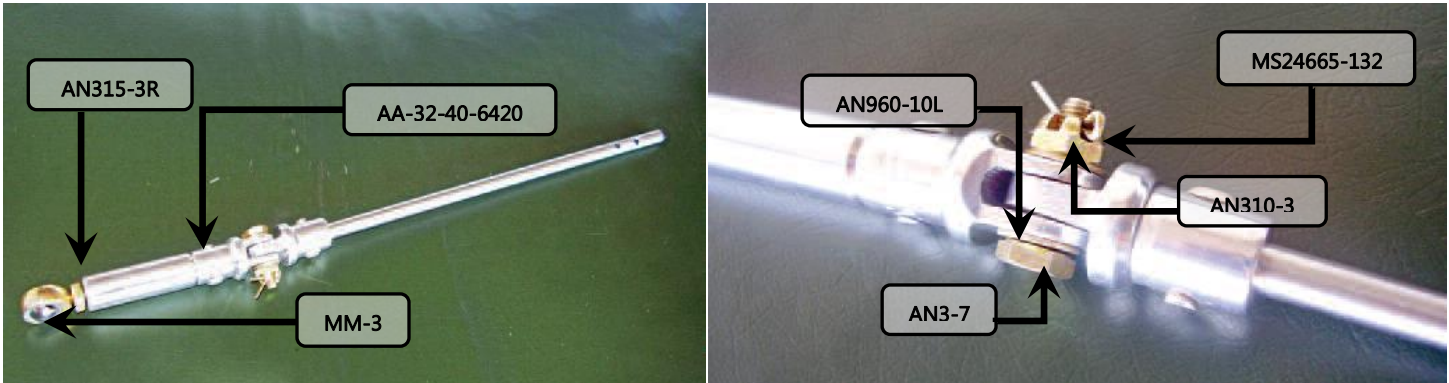

Figura 32.40.66 – Hastes.
12. Unir às hastes AA-32-40-400-21 a haste AA-32-40-400-21 conforme a figura 32.40.66. Essa porca AN310-3 não necessita de torque, ela deve ser somente encostada e frenada com contra-pino MS24665-132.